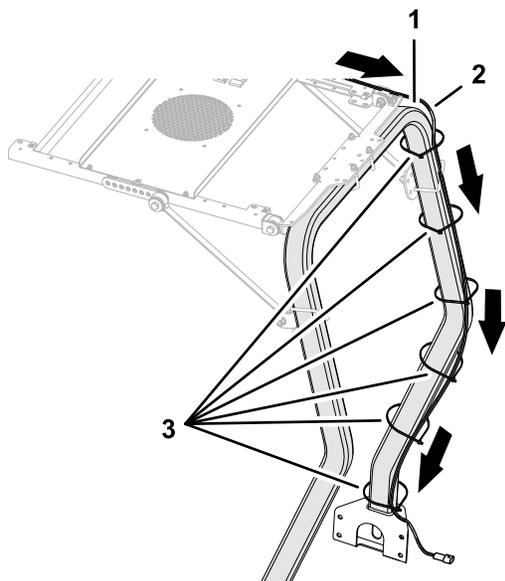

Figura 9
1. Enrute el arnés de cables del kit de panel de interruptores a lo largo del tubo de la barra antivuelco, como se muestra en la Figura 9.
2. Sujete el arnés de cables al tubo de la barra antivuelco con las bridas, según sea necesario (Figura 9).